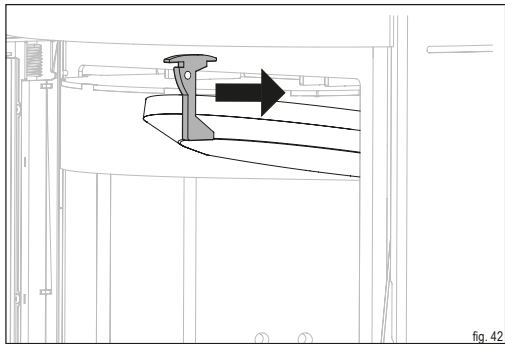

fig. 42
- Spingere in avanti il supporto della pietra termica (fig. 42).